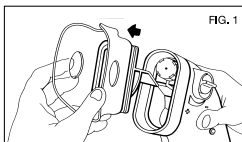

FIG. 1
1. Escoger un sitio en el cual se pueda efectuar la operación cómodamente. Quitar la máscara respiratoria del aparato (fig. 1).